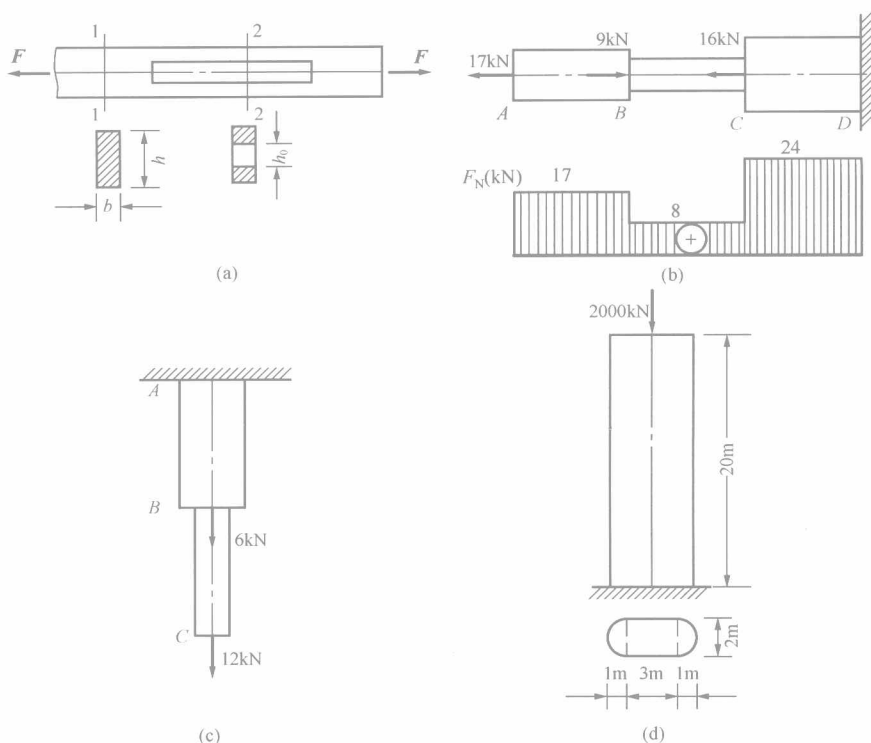

图 2-4 题 2-4 图
(1) 图 2-4 (a) 为开槽拉杆, 两端受力 $F=10\text{kN}$, $b=4\text{mm}$, $h=20\text{mm}$, $h_0=10\text{mm}$;
(2) 图 2-4 (b) 为阶梯形杆, AB 段杆横截面积为 80mm^2 , BC 段杆横截面积为 30mm^2 , CD 段杆横截面积为 120mm^2 ;
(3) 图 2-4 (c) 为变截面杆, AB 段的横截面积为 400mm^2 , BC 段的横截面积为 300mm^2 ;
(4) 图 2-4 (d) 为块石桥墩, 材料的容重 $\rho g=23\text{kN/m}^3$ 。
(a) 如图 2-4 (a) 所示, $F_N = F = 10\text{kN}$, $\sigma_{\max} = \frac{F_N}{A_{\min}} = \frac{10 \times 10^3}{(20-10) \times 4 \times 10^{-6}} = 250 (\text{MPa})$ 。
(b) 作杆 ABCD 的轴力图如图 2-4 所示
(c) 如图 2-4 (c) 所示 BC 段: $F_{NBC}=12\text{kN}$, AB 段: $F_{NAB}=18\text{kN}$
(d) 如图 2-4 (d) 所示 $|F_N|_{\max} = F + \rho g A l$